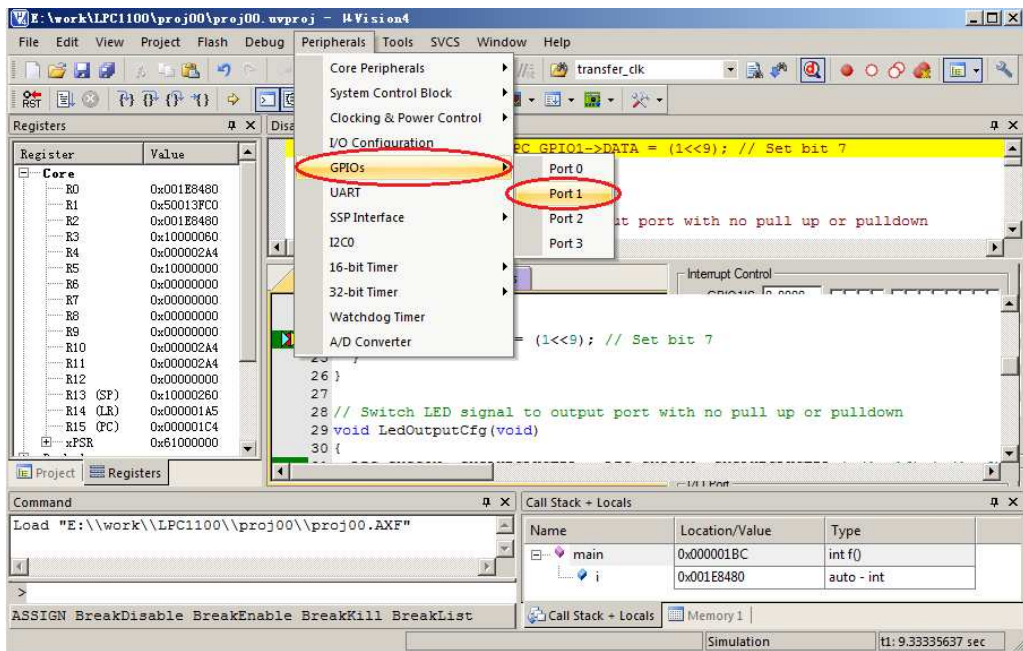
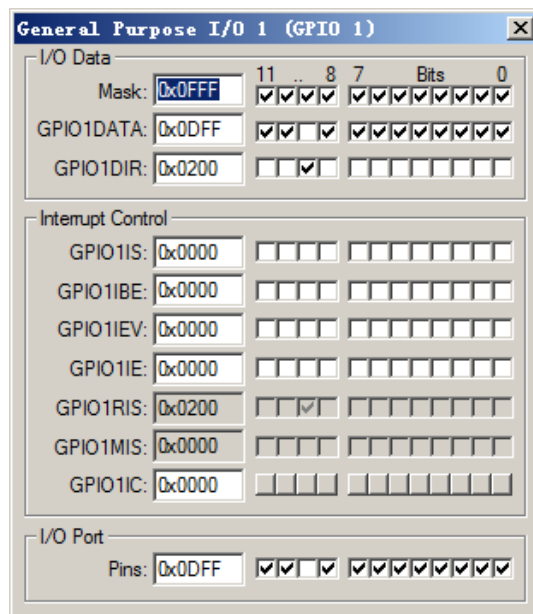

图 1-15 打开软件仿真的 GPIO 视图
图 1-16 软件仿真的 GPIO 状态视图
(6) 打开软件仿真的 GPIO 状态视图, 观察 GPIO 外设寄存器值和引脚状态。单步执行程序, 观察 GPIO 状态变化。见图 1-15、图 1-16。